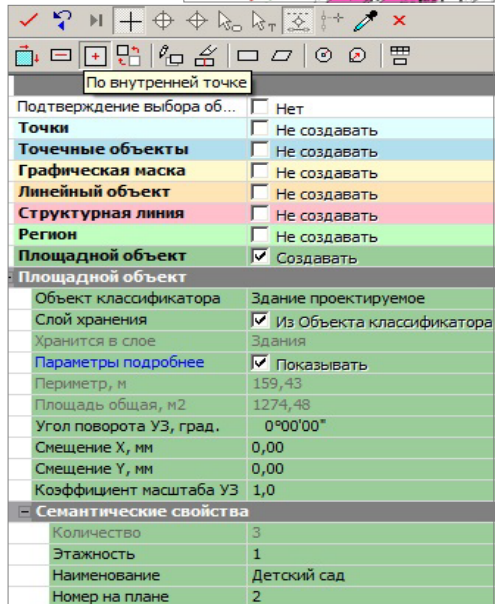

Рис. 12.2
- Нажмите кнопку **По внутренней точке**  на локальной панели инструментов параметров (рис. 12.2).
- Курсором  укажите здание (рис. 12.2).
- Задайте необходимую семантику – в группе **Семантические свойства** заполните поля **Этажность**, **Наименование** и **Номер на плане** (рис. 12.2).